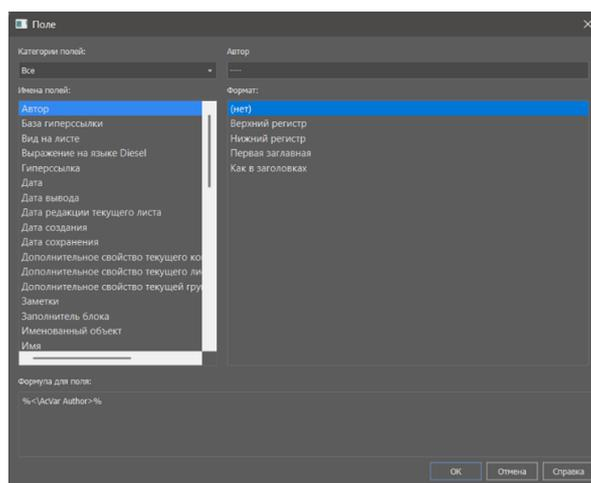

Рис. 4.10
- кнопка “Вставить поле” - открывает диалоговое окно Поле (рис. 4.10), в котором можно выбрать различные поля, которые потом вставляются в область текста и редактируются при помощи различных формул.